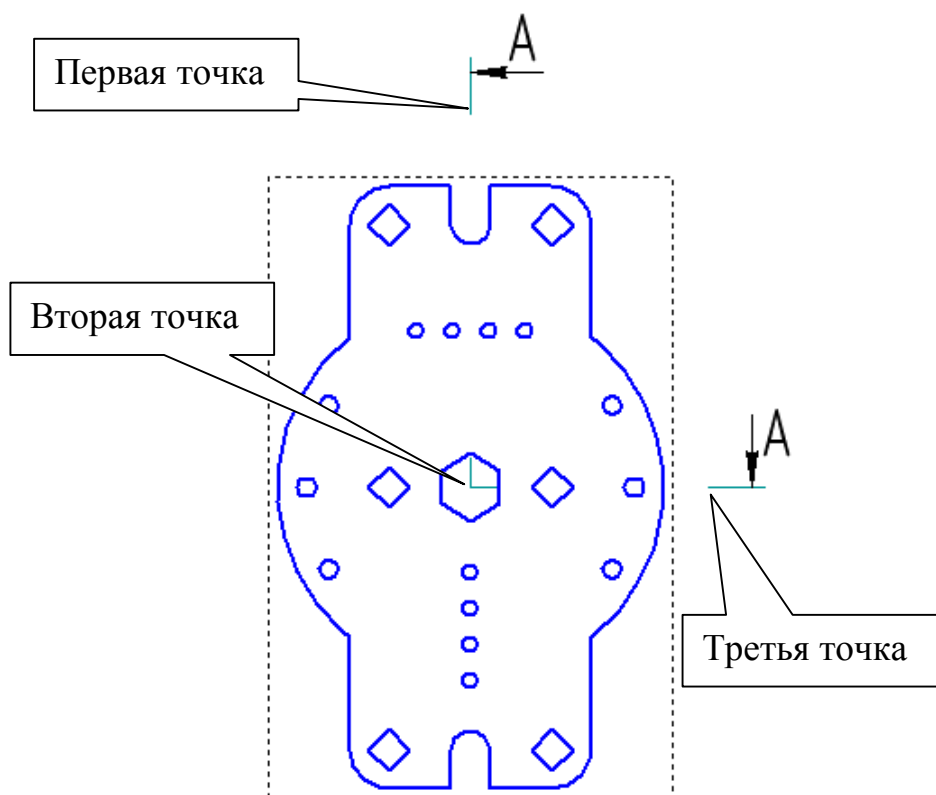

Рис. 34
- Выполните ломаный разрез А-А. Для этого увеличьте масштаб отображения вида с помощью команды **Увеличить масштаб рамкой** , расположенной на панели **Вид**. Затем на панели **Обозначения**  нажмите кнопку **Линия разреза** . Включите глобальную привязку **Выравнивание** и укажите три точки на чертеже, определяющие положение разомкнутой линии, рис. 34.